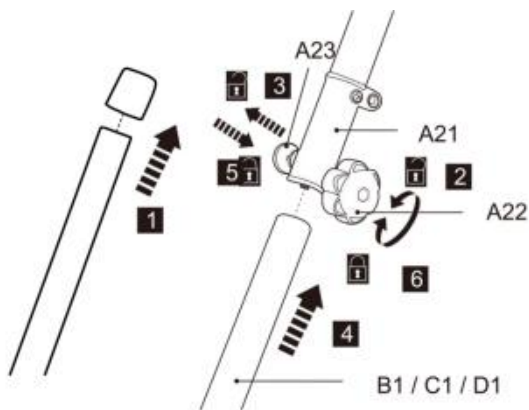

Fig. 3
22. Rimuovere il cappuccio di protezione premontato dal palo inferiore (B1/C1/D1) (Fig.3 , passaggio 1).
23. Allentare la manopola di bloccaggio (A 22) , ma non rimuovere completamente e(Fig.3 , passaggio 2).
24. Allineare e inserire l'asta inferiore (B 1/C 1/D 1) nel manicotto di bloccaggio (A 21), tirando la molla bullone(A 23) (Fig.3 , passaggi 3 e 4) .
25. Ruotare leggermente l'asta inferiore per allineare il foro con la molla bullone (A23) . Rilascia la molla bullone quindi per fissare il palo inferiore in posizione. Assicurare la molla il bullone scatta nel foro (Fig.3 , passaggio 5).
6. Stringere la manopola di bloccaggio (A 22) per fissare la connessione (Fig.3 , passaggio 6).